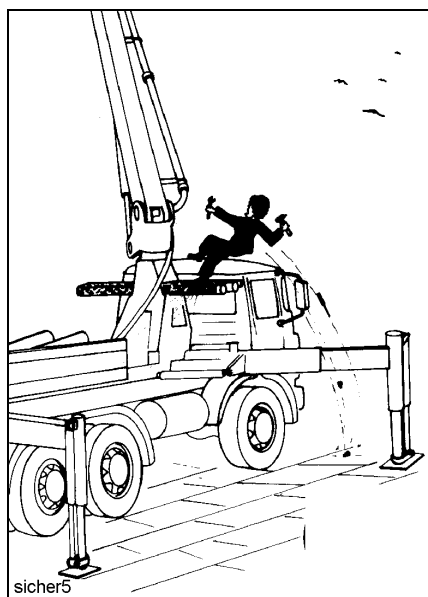

Fig. 1
- Realicen todos los **trabajos en la máquina** que no pueden efectuarse desde el suelo, desde plataformas de trabajo seguras, de escaleras etc. No trepen sin los medios de seguridad necesarios en la máquina (ejemplo: Fig. 1).